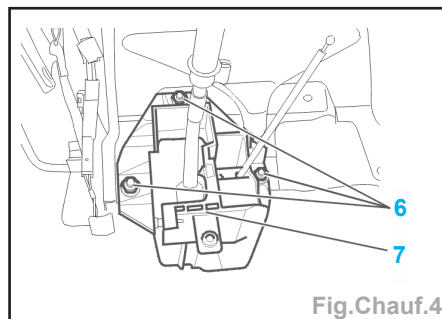

Fig.Chauf.4
- Déposer (Fig.Chauf.4) :
- les vis de fixation (6),
- le sélecteur de vitesses (7).